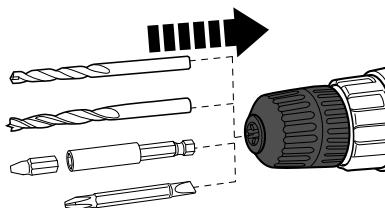

Fig. 2
3. Inserire la punta del trapano fino all'arresto (fig. 2). Se si utilizza una punta dell'avvitatore 25mm, inserirlo nella presa di un portabit.